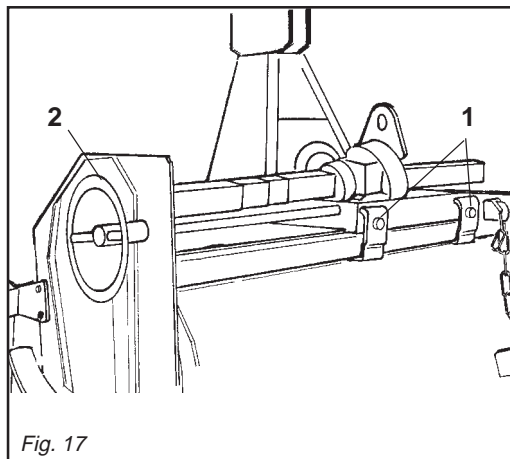
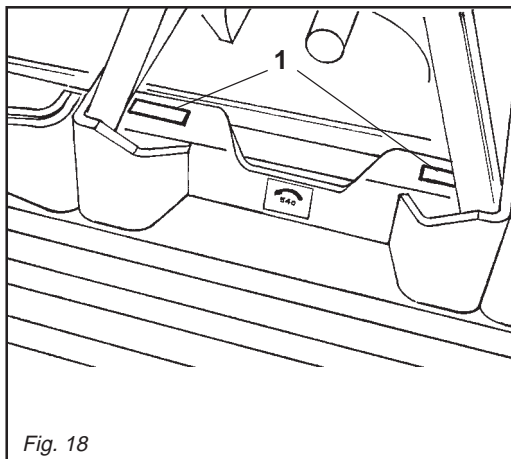

Fig. 17
Fig. 18
- 2- Allentare le viti (1 Fig. 17) che fissano le staffe e lasciarle libere.
- 3- Per mezzo dell'apposito volantino (2 Fig. 17) far scorrere il carrello fino alla posizione desiderata quindi serrare le 2 viti allentate. Anteriormente il carrello è provvisto di 2 pattini di guida (1 Fig. 18), che possono essere sostituiti in caso di usura.
- 2- *Slacken the screws (1 Fig. 17) that fix the brackets and leave these free.*
- 3- *Use the requisite handwheel (2 Fig. 17) to move the carriage to the position required and the tighten the two carriage fixing screws.*
At the front, the carriage has two guide pads (1 Fig. 18) that should be replaced when worn.
- 2- Die Schrauben (1 Abb. 17) welche die Bügel festhalten, losschrauben und sie frei lassen.
- 3- Mittels dem dafür vorgesehenen Handrad (2 Abb. 17) den Schlitten auf die gewünschte Position bringen und danach mit den zwei Fixierschrauben den Schlitten blockieren. Am früher Teil des Schlittens sind zwei Gleibacken (1 Abb. 18) vorgesehen, die bei Verschleiß ausgetauscht werden können.
- 2- Desserer les vis (1 Fig. 17) de fixation des brides pour les libérer.
- 3- Au moyen du volant (2 Fig. 17) faire avancer le chariot jusqu'à la position désirée; serrer ensuite les deux vis de fixation du chariot.
Les 2 patins de guidage (1 Fig. 18) prévus à l'avant du chariot peuvent être remplacés en cas d'usure.
- 2- Aflojar los tornillos (1 Fig. 17) que fijan los estribos y dejarlos libres.
- 3- Con el volante apropiado (2 Fig. 17) deslizar el carro hasta la posición deseada y luego apretar los dos tornillos de fijación carro.
El carro anteriormente está dotado de 2 patines de guía (1 Fig. 18) que se pueden sustituir si se desgastan.